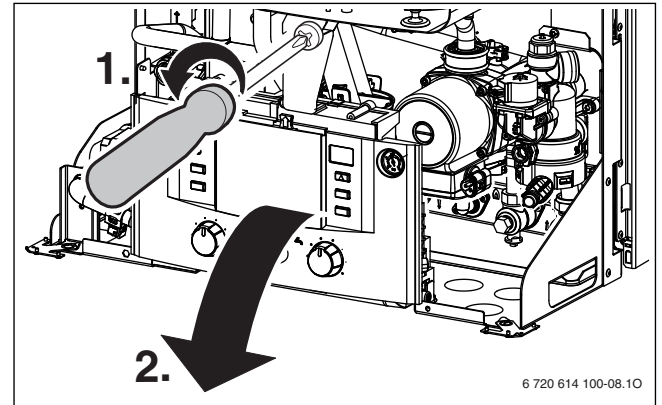

Fig. 20
- ▶ Svitare la vite di fissaggio (→ rif. 1, fig. 20) e far ruotare il cruscotto comandi verso il basso.